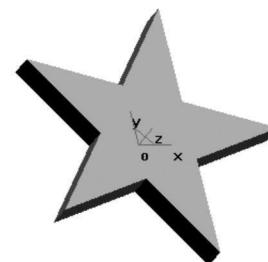

图 1-12
- (7) 点击图标 ，进行等厚拉伸，如图 1-12 所示。